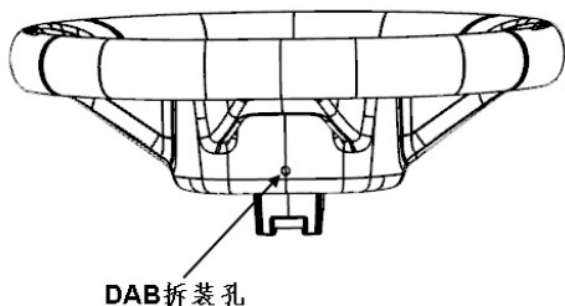

图 4-12
①用一字起子或同等类型的工具从转向盘后护盖前方的 DAB 拆装孔处插入 (第一次拆装需捅破该处隔层)。如图 4-12 所示。